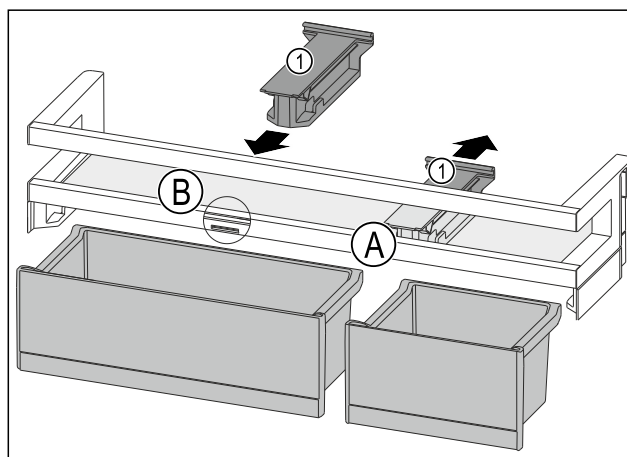

Fig. 187
- ▶ Halteile Fig. 187 (1) in Position Fig. 187 (A) nach hinten abziehen.
- ▶ Halteile Fig. 187 (1) in Position Fig. 187 (B) einsetzen.